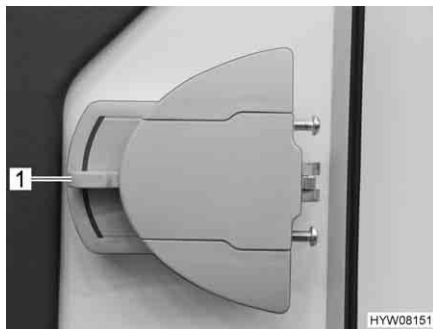

Fig. 19 Serratura della porta, lato interno
- Apertura:** ■ Premere la maniglia della porta (Fig. 19,1) verso il basso.
- Bloccaggio:** ■ Ruotare la maniglia della porta (Fig. 19,1) per circa 45° verso l'alto e lasciarla in questa posizione.